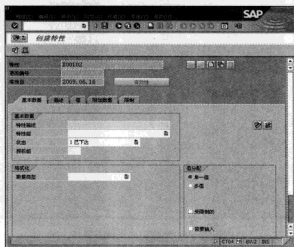

图 10-91 “创建特性”界面
STEP 2 输入要创建或显示或修改的特征，单击“”按钮，进入“创建特性”界面，如图 10-91 所示。